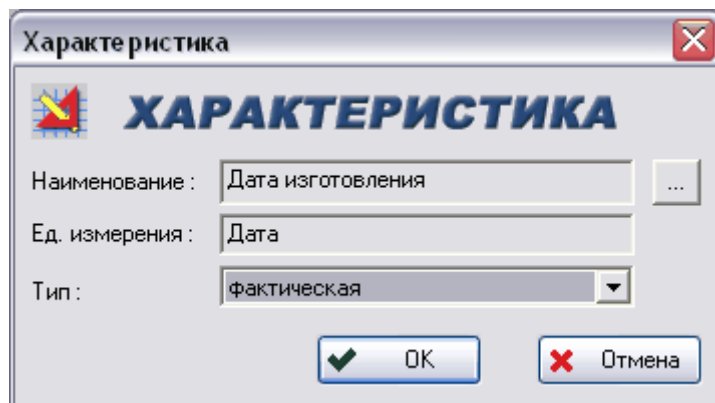

Рис. 86
2. После этого появится окно **Характеристика** (Рис. 86).
Для изменения свойств характеристики выделите ее и нажмите на кнопку . После этого появится окно **Характеристика**, в котором можно изменить необходимые параметры (Рис. 86).